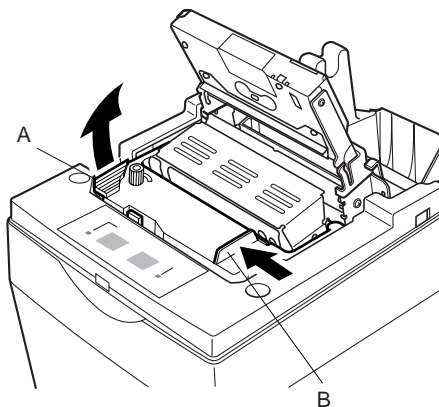

**Fig. 6-9 Sollevamento della taglierina automatica**
- ③ Sollevare la taglierina automatica e collocarla in posizione verticale, come mostrato nella Fig. 6-9.